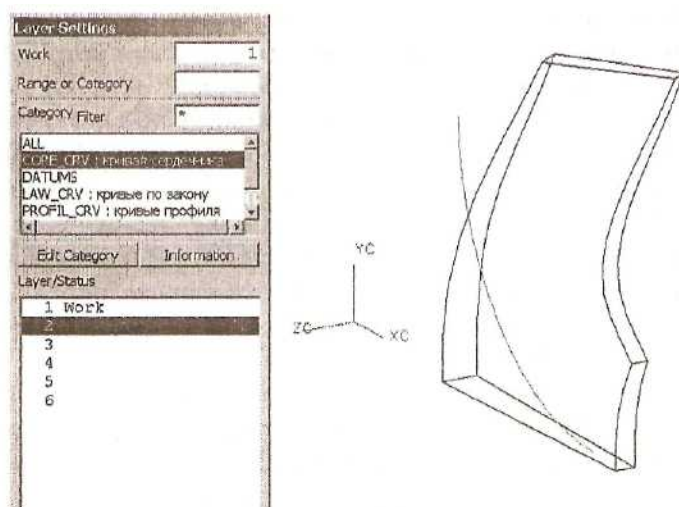

Рис. 2.51. Обращение к слою через категорию
**Layer Setting** либо из панели инструментов иконку . Чтобы сразу определить, на каком слое находится кривая сердечника, в окне имен категорий выбираем категорию с описанием «кривая сердечника». Подсветился слой 2. Этою слою назначаем статус Selectable. ОК. В графическом окне видим следующие объекты (см. рис. 2.51).